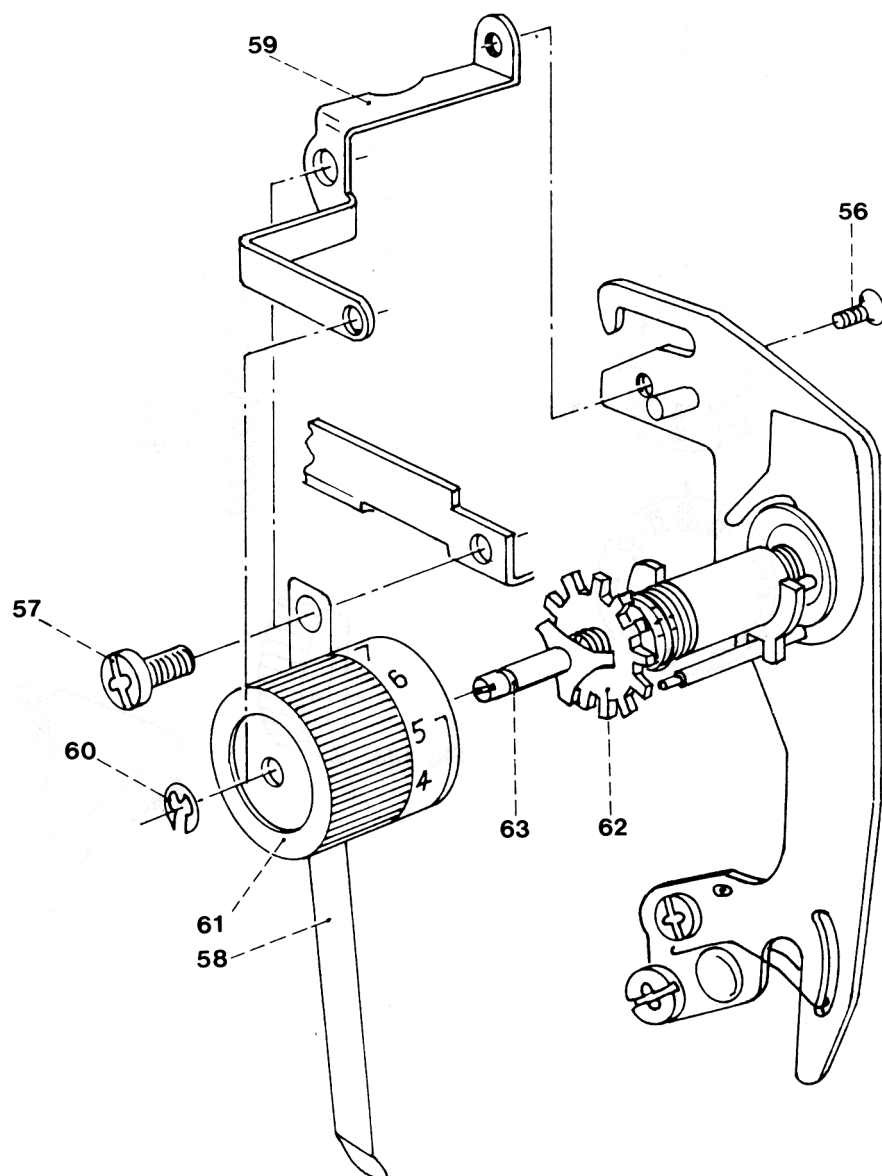

Рис. 18
- Выкрутить винт под крестовую отвертку 56 (рис. 18).